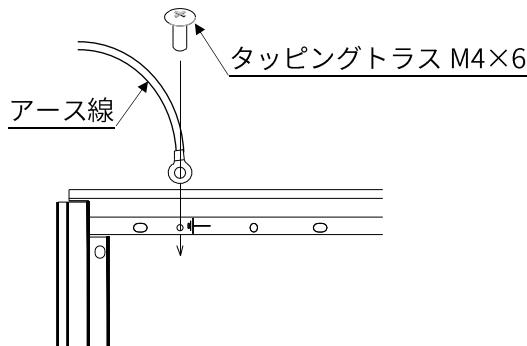
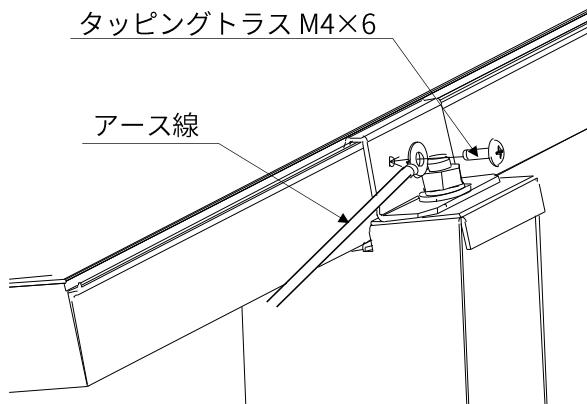

図 4-1. モジュール枠での架台のアース接続
図 4-4. 折板屋根での架台のアース接続例
④一番棟側で、モジュール押え金具にタッピングトラスM4×6でアース接続してください（図4-4参照）。なお、モジュールE枠のアース用ボルト穴を使ってアース接続することもできます（図4-1参照）。